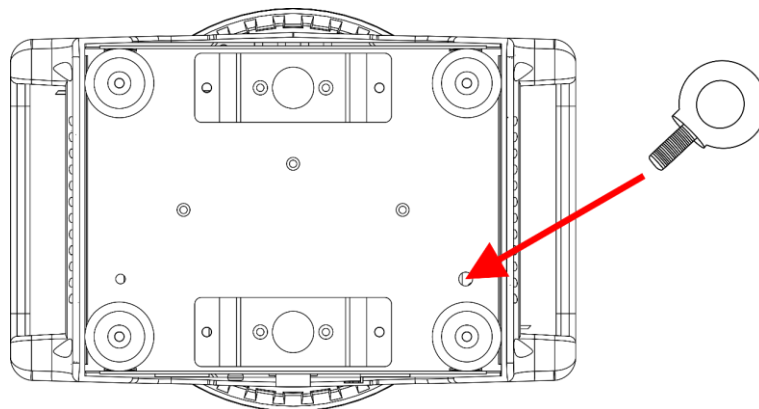

Fig. 09
- 01) Instale la argolla de seguridad que se suministra con el dispositivo en el **orificio de la argolla de seguridad (12)**, tal y como se muestra en la Fig. 09. Asegúrese de que utiliza abrazaderas adecuadas para fijar el dispositivo a un truss.